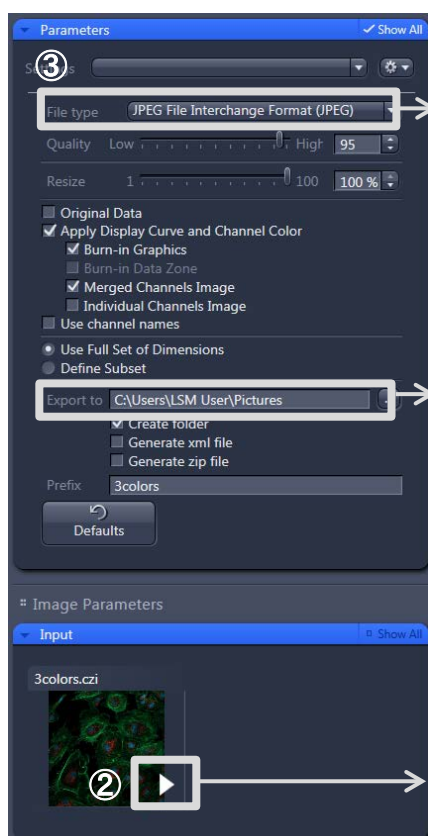

Fig.38 Export 設定画面
- ② **Input** ウィンドウでエクスポートしたいファイルを選択します (Fig. 38)。
- ③ **Parameters** ウィンドウでエクスポートの形式などを設定します (Fig. 38)。